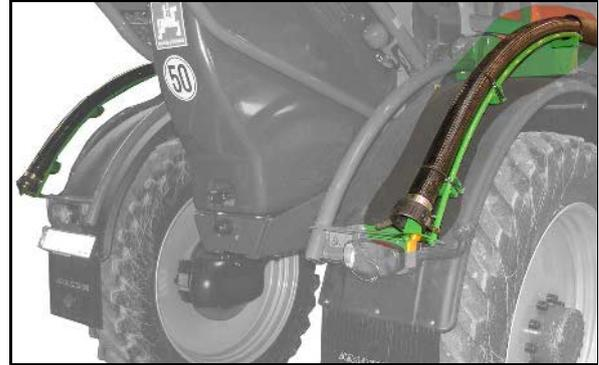

Fig. 75
- L'organe agitateur complémentaire est réglée au niveau du robinet sélecteur (Fig. 75/1).
Chaque organe agitateur est désactivé lorsque le robinet de réglage est en position 0. La puissance d'agitation maximale est obtenue en position 1 (Fig. 75/2).
Fusible pour la fonction de vidange du filtre sous pression (Fig. 75/3).